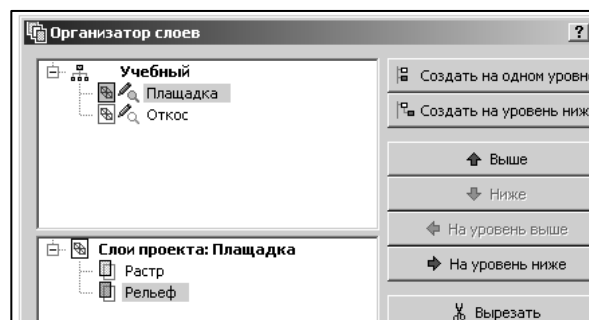

Рис. 3.13
2. Выделите проект **Площадка**. В окне **Слои** вкладки **Проекты** и **слои** откройте **Организатор слоев** . В проекте **Площадка** переименуйте **Слой1** в **Растр**. Выберите команду **Создать на одном уровне** и создайте новый слой **Рельеф** (рис. 3.13).